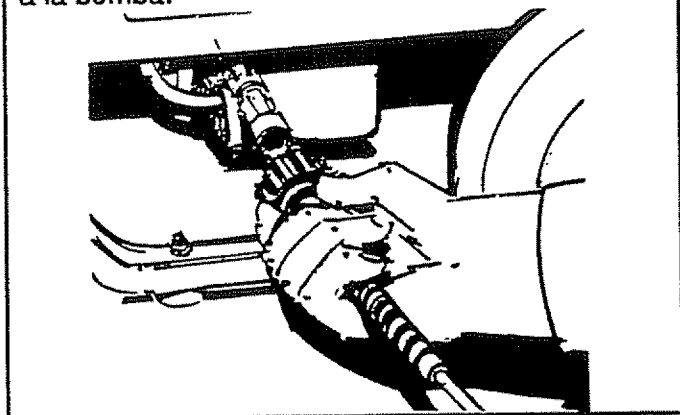

FIG. 5
- Fije el otro extremo de la manguera de alta presión al herraje de alta presión en la bomba (Fig. 5). Apriete a mano.